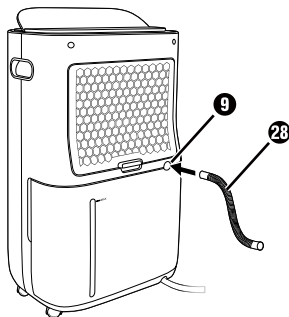

Abb. 3
- ◆ Stecken Sie entweder den mitgelieferten Schlauch 23 oder den EU-Gartenschlauchadapter 29 auf die Austrittsöffnung 9 (siehe Abbildung 3 + 4).